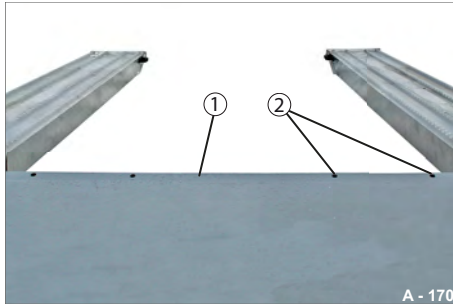
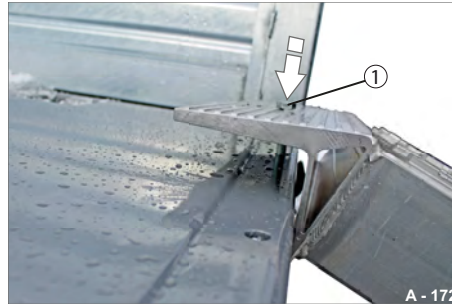

Abb. 181 Fahrgestell-Ladeflächenkante
Abb. 182 Auffahrbohlen aufsetzen
Entlang der Ladeflächenkante (Abb. 181/1) befinden sich 6 Lochungen (Abb. 181/2) als Sicherung gegen Abrutschen der Auffahrbohlen.
- ▶ Positionieren Sie die Auffahrbohlen so, dass der Sicherungsbolzen (Abb. 182/1) in die jeweilige Lochung (Abb. 181/2) hineinrutscht.